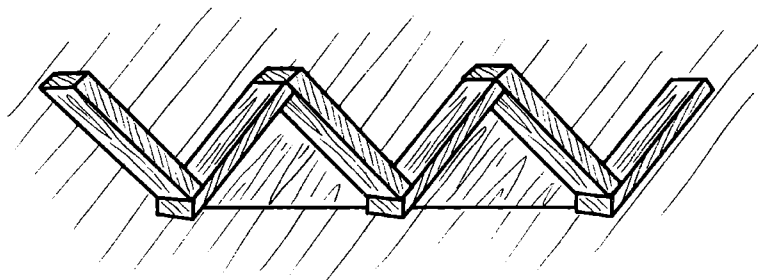

Рис. 92. Полка-зигзаг (общий вид)
1. Полка-зигзаг (рис. 92) состоит из квадратных элементов, между которыми вставлены треугольники, что дополнительно усиливает изделие.